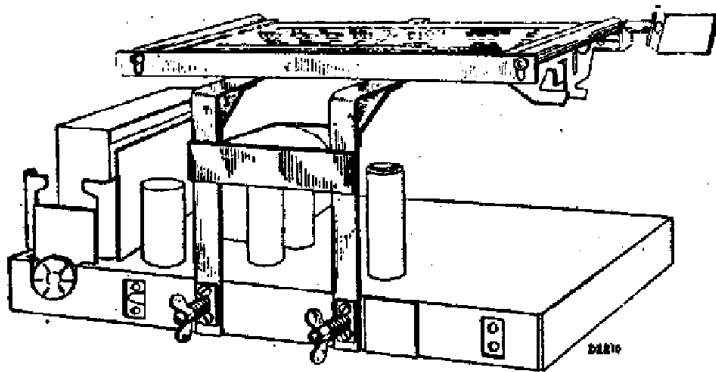

Fig. 7.
5. Chassis uit de kast schuiven, schaal op beugel plaatsen (zie Fig.7) en het chassis op het universeel montagebankje plaatsen.